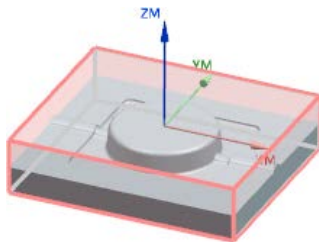

图 8.5 毛坯几何体
Step3. 单击“毛坯几何体”对话框中的 **确定** 按钮，系统返回到“工件”对话框，完成图 8.5 所示毛坯几何体的创建。